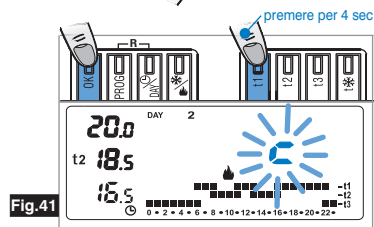

Fig.41
- Tenere premuto il tasto **t1** (fig.41) fino alla comparsa della scritta lampeggiante del valore impostato per il Differenziale (esempio **d06c**) oppure la durata del ciclo (esempio **P 10**) se è impostata la modalità Proporzionale Modulante.